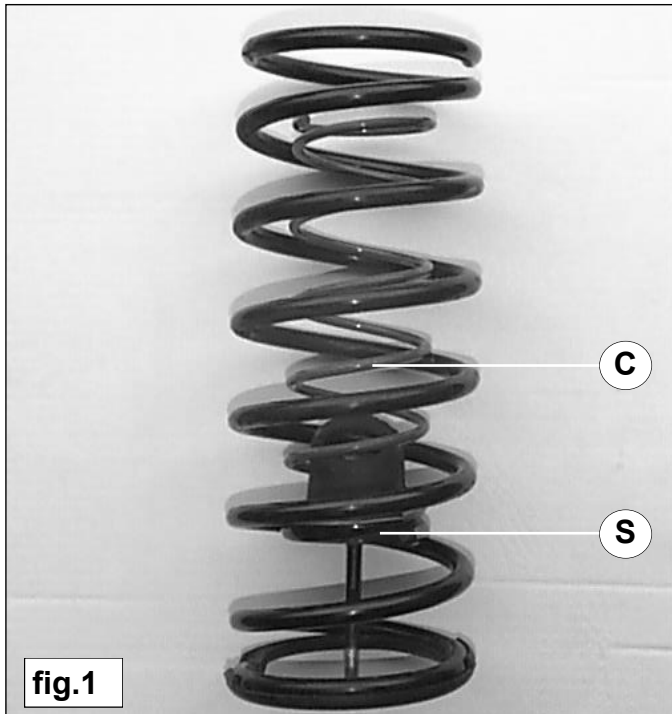

fig.1
5. Plaats de hulpveer met de slang op de buffer en plaats de buffer met de hulpveer in de hoofdveer, zie fig.1.
5. Place the auxiliary spring with the hose on the buffer. Put the buffer with the auxiliary spring in the mainspring, see fig.1.
5. Setzen Sie die Niveaufeder mit dem Gummischlauch auf den Puffer und schieben Sie dann diese in die Hauptfeder ein (siehe Fig.1).
4. Placez le ressort de renfort avec le tuyau sur la butée et placez le tout sur le ressort principal. Cf. fig.1.